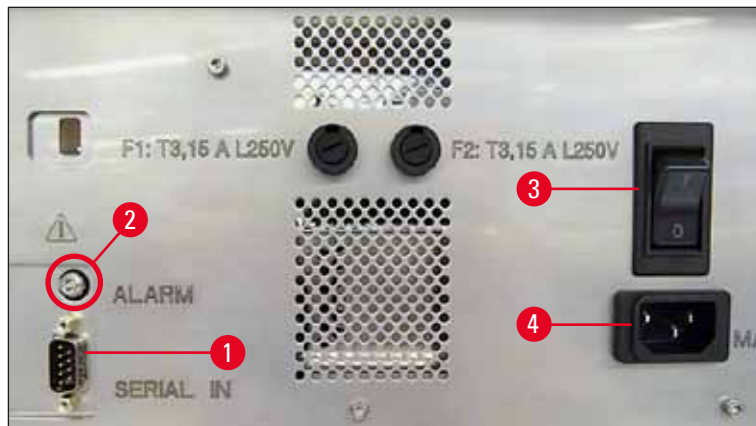

Fig. 31
① Las conexiones eléctricas están ubicadas en el panel trasero del equipo (→ "Fig. 31").